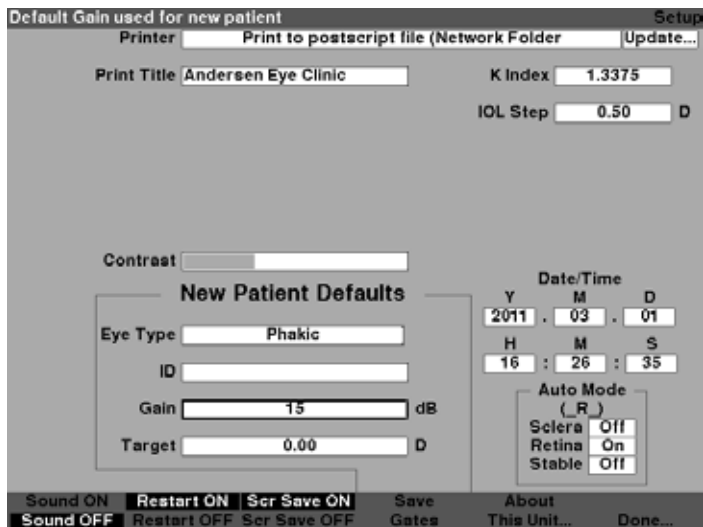

Figura 5-51 Campo de Ganho padrão alterado
4. Quando o ganho estiver num nível adequado, pressione o botão giratório ou o botão \checkmark para salvar o valor ajustado e desativar o campo conforme mostrado na Figura 5-51.